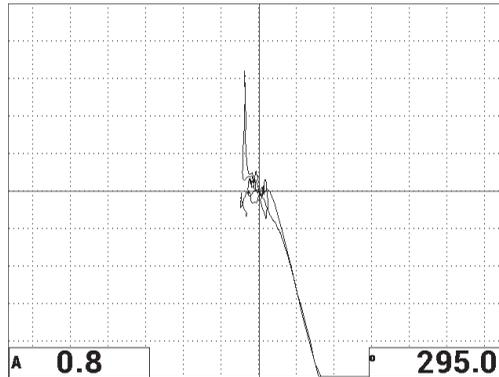

Figura 6-35 La seconda scansione su una zona con perdita di adesione e una zona riparata
9. Premere il tasto FREEZE (❄) per sbloccare l'acquisizione, premere il tasto FULL NEXT (➡) per visualizzare lo schermo intero ed in seguito scansionare lentamente sopra la zona con la perdita di adesione e riparata (vedere Figura 6-35 a pagina 161).